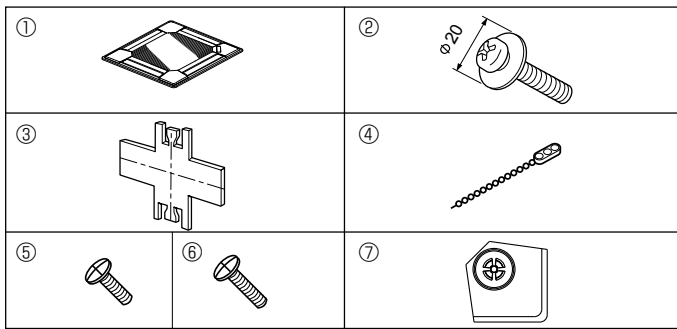

Fig. 5-1
5.1. Έλεγχος περιεχομένων (Fig. 5-1)